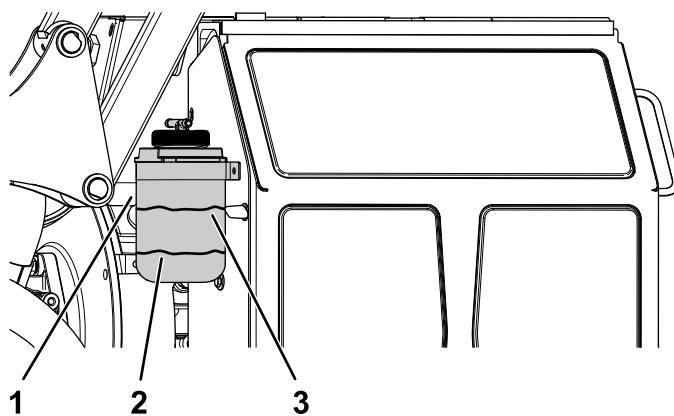

Рисунок 85
- Проверьте уровень охлаждающей жидкости в расширительном бачке (Рисунок 85).